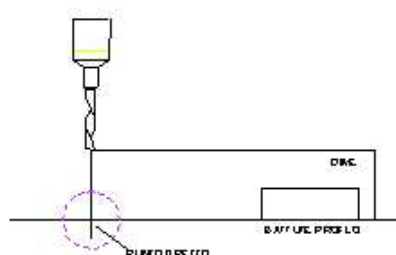

Fig. 12
k) Select the appropriate axis and with the jog+ jog- keys, move the sharp tip of the tool so it skims the top points of the ledges as shown in figure 12.
k) Choisir l'axe approprié et, avec les boutons-poussoirs « jog + » et « jog - », faire en sorte que la pointe tranchante de l'outil effleure la pointe supérieure des battements, comme schématisé en figure 12.